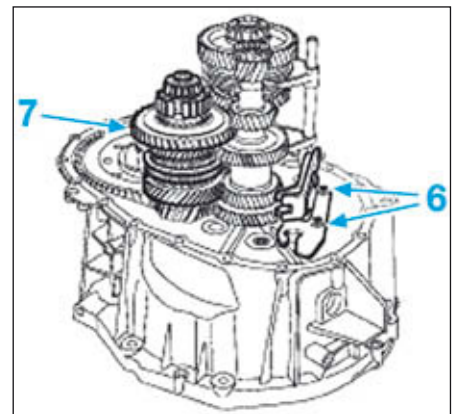

FIG.18
- Déposer (Fig.18) :
- les vis (6) de l'inverseur de commande.
- l'arbre secondaire court (7).